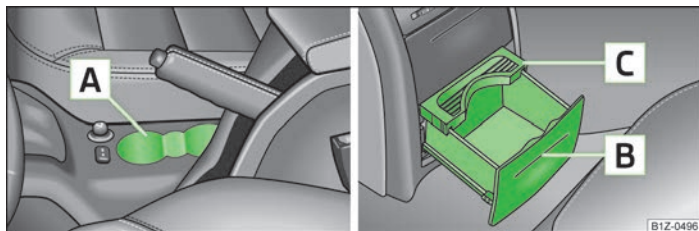

Fig. 63 Suportul pentru pahare
În adâncituri se pot așeza două suporturi de pahare **A** » fig. 63.
- » Apăsăți capacul în zona **B** » fig. 63 - suportul pentru pahare se deschide.